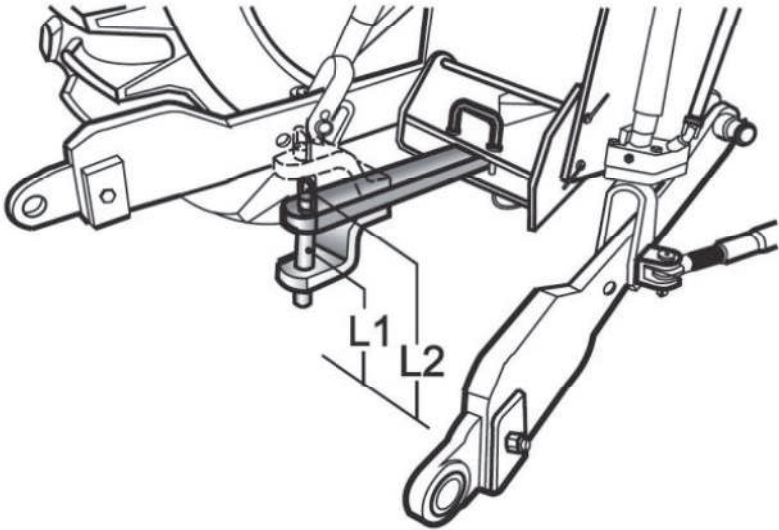

Fig. 4-43 Barra de tracción pendular
- (1) Ajuste la altura del punto de remolque girando la barra de tiro (ver fig. 4-43)